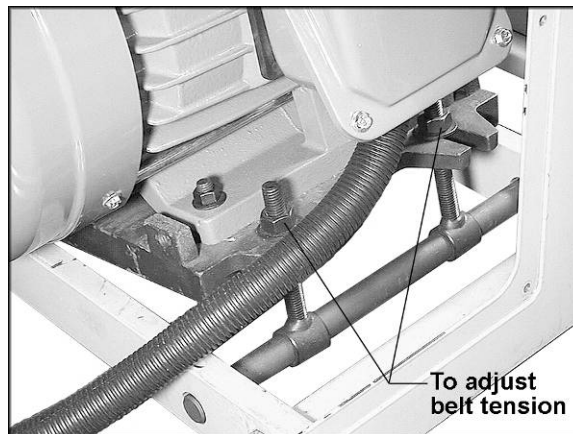

Рис. 5
2. Если необходимо отрегулировать натяжения ремня, то требуется ослабить пару шестигранных гаек См. Рис. 5. и крутить другую пару, чтобы поднять или понизить пластину двигателя. Затем затянуть гайки.